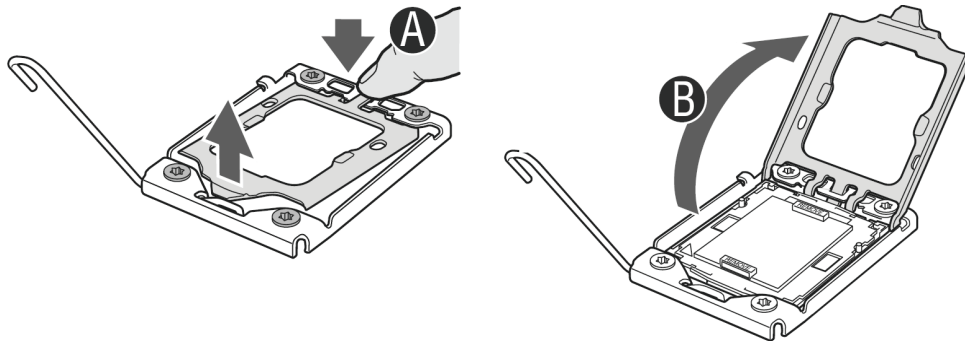

Abbildung 15. Montageklappe öffnen
9. Drücken Sie den hinteren Stift an der Montageklappe nach unten, so dass diese sich vorne leicht anhebt. Öffnen Sie die Montageklappe vollständig. Siehe Abbildung 15.